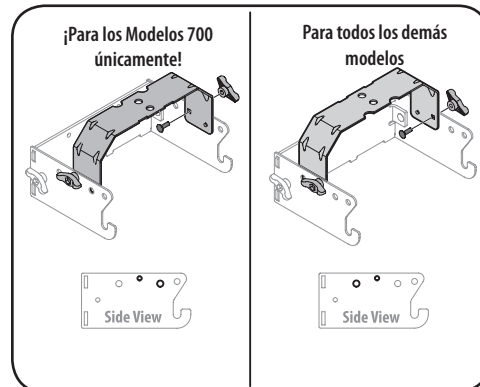

Figura 4-4
2. Dé vuelta el conjunto y monte la ménsula de soporte de enganche a la unidad de montaje como se muestra en la Figura 4-4.
**NOTA:** Los orificios más próximos a los ganchos de montaje se utilizarán para todas las máquinas del modelo de la serie 700, en tanto que los dos orificios más cercanos al montaje cruzado son para todos los demás modelos. La ménsula de soporte de enganche tendrá que estar dada vuelta para permitir el alineamiento adecuado de los orificios según el modelo de máquina en la que se instale esta embolsadora. Consulte la Figura 4-4.